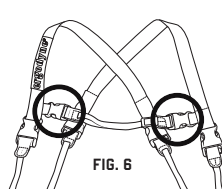

FIG. 6
1. To orient the product correctly for donning the harness, hold the body of the barcode scanner lanyard harness with the Ergodyne label facing towards you. Place the Ergodyne logo label near your left hand and grab the side opposite from the label with your right, pulling the slack out of the barcode scanner lanyard. Disconnect one of the chest strap modular buckles circled in figure 6. [fig. 6, Connection Point C]
1. Para orientar correctamente el producto para colocar el arnés, sujete el cuerpo del arnés con la etiqueta de Ergodyne hacia usted. Coloque la etiqueta con el logotipo de Ergodyne cerca de su mano izquierda y sujete el lado opuesto a la etiqueta con la derecha para que el cordón de seguridad no tenga holgura. Desenganche una de las hebillas modulares de la correa para el pecho señaladas con un círculo en la figura 6 [fig. 6, punto de conexión C].